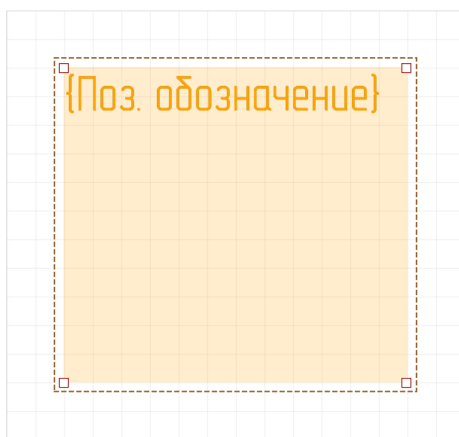

Рис. 93 Размещенная колонка текста отчетов
4. Нажмите левую кнопку мыши для фиксации зоны для размещения колонки текста отчетов или выберите пункт «Завершить» в контекстном меню, см. Рис. 93.